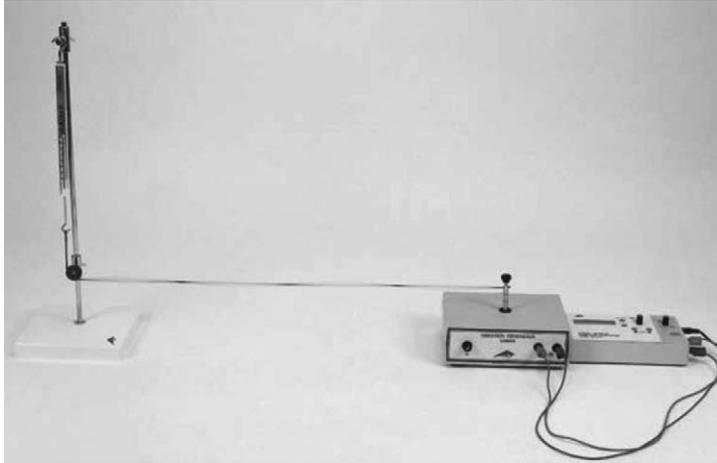

Figura 10.2. Montaje experimental de ondas estacionarias en una cuerda.
2. Ate la cuerda al dinamómetro, pásela por la polea y conecte el otro extremo al vibrador eléctrico, tratando que la tensión no sea superior a 1,5 N. Conecte el vibrador con el generador de funciones; como se muestra en la figura 10.2.